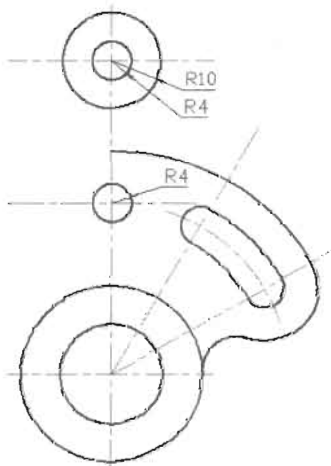

图 4-203
(13) 在命令提示行中输入 `Circle` 命令, 以辅助线最上边的交点为圆心绘制半径为 4 和 10 的圆, 以辅助线中间的交点为圆心绘制半径为 4 的圆, 命令执行过程如下, 绘制结果如图 4-203 所示。